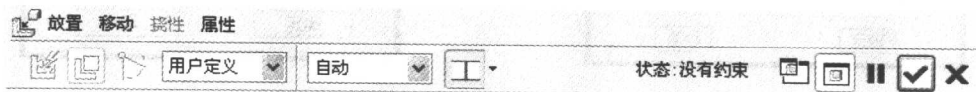

图 1-11 元件放置操控板
- 4) 出现如图 1-11 所示的操控板。利用该操控板, 按照设计要求设置装配类型、参数等。